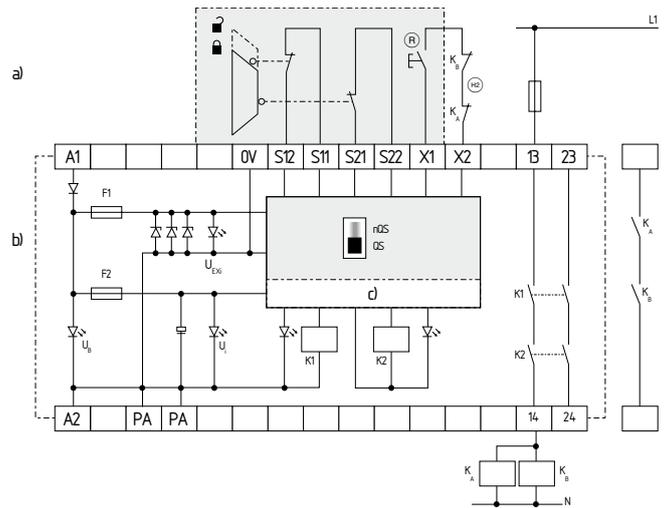

Fig. 6
Controle de dois canais, representado no exemplo de uma monitorização de porta de proteção com dois interruptores de posição, sendo um contato de abertura forçada; com botão externo de Reset (R) (ver Fig. 6)